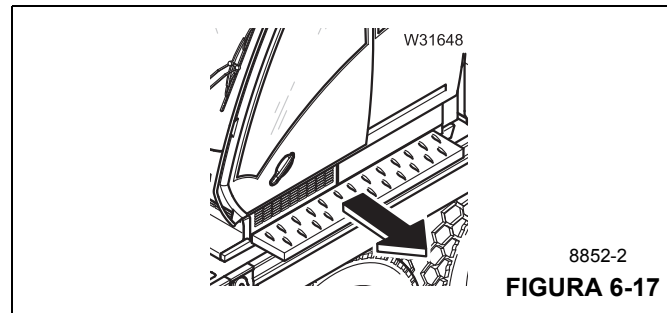

FIGURA 6-17
12. Extienda el peldaño (Figura 6-17) si es necesario; consulte *Plataforma de la cabina de la superestructura*, página 4-36.
10. Retraiga el peldaño (Figura 6-17).